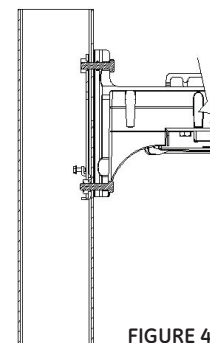

FIGURE 4
- Installez le boulon de 9,5 mm (3/8 po), la rondelle de blocage et la rondelle sous la console, comme indiqué, et serrez le boulon dans le plateau-écrou. (Voir la figure 4.)
Ce luminaire a été configuré de la même façon que 3b; aucune plaque adaptatrice n'est requise pour le montage à un poteau de section carrée. La configuration des trous sur le poteau de section carrée doit être conforme à la figure 4.
- Installez le boulon de 9,5 mm (3/8 po), la rondelle de blocage et la rondelle sous la console, comme indiqué, et serrez le boulon dans le plateau-écrou (voir la figure 4).